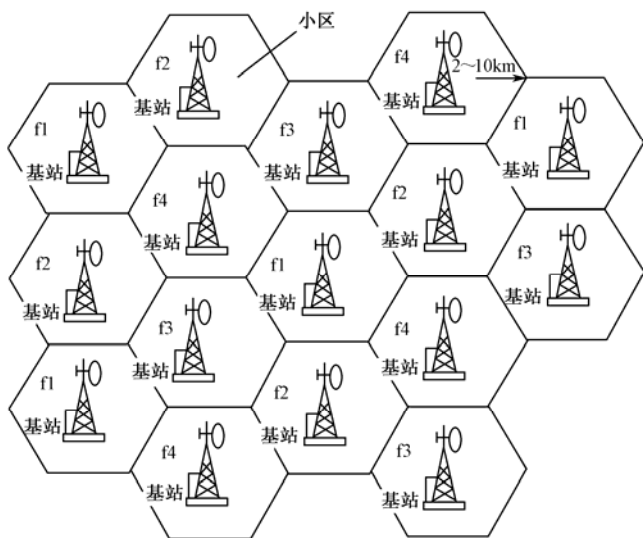
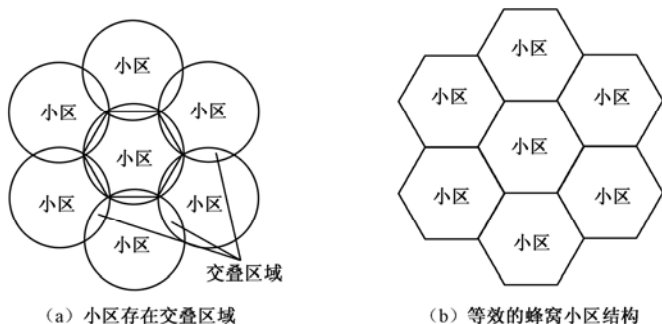

图 2-1-3 小区制结构示意图
图 2-1-4 蜂窝状移动通信网
(2) 小区制：是将一个服务区划分为覆盖半径只有 $2\sim 10\text{km}$ 的若干小区，每个小区设一个基站，负责与小区内的手机进行联系和控制，结构如图 2-1-3 所示，各个基站通过移动交换局相互联系，并与市话局连接。由于各基站工作的区域变小了，发射功率也较小，一般为 $5\sim 10\text{W}$ 。
为了防止同频干扰，相邻的无线电小区不能使用相同的工作频率，在如图 2-1-3 所示的服务区内要确保邻接的小区不出现相同频率所需的最少频率数为 4 个 (f_1 、 f_2 、 f_3 、 f_4)，有间隔的小区则可使用相同的频率进行工作，不会产生同频干扰。显然小区制提高了频率的利用率，有利于扩大用户的数量。移动电话网是由若干邻接的小区组成一个小区群，再由若干小区群构成整个服务区。基站一般采用全向天线，它的发射与接收区域是以基站为中心的一个圆，即无线小区是圆形的。为了不留空隙地覆盖整个服务区，相邻的圆形小区会有部分交叠的区域，如图 2-1-4 (a) 所示。两个小区交叠部分取中线作为交界，这样每个小区实际上的有效覆盖区是一个圆的内接正六边形，如图 2-1-4 (b) 所示，其排列形状类似蜂窝，所以人们常称为蜂窝移动通信网。